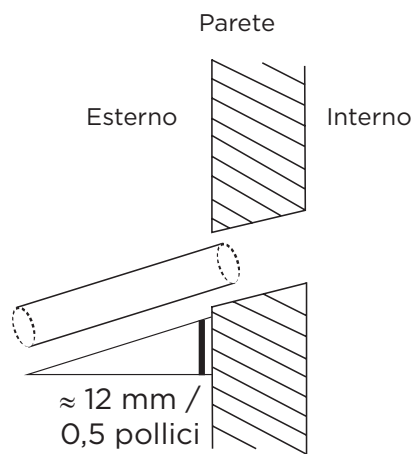

Fig. 5.5
- Utilizzando un trapano da 65 mm (2,56") o 90 mm (3,54"), praticare un foro nel muro. Assicurarsi che il foro sia praticato con un leggero angolo verso il basso, in modo che l'estremità esterna del foro sia inferiore all'estremità interna di circa 12 mm (0,5"). Ciò garantirà un corretto drenaggio dell'acqua (vedi Fig. 5.5). Posizionare il paramano nel foro. Questo protegge i bordi del foro e aiuterà a sigillare quando si finisce il processo di installazione.